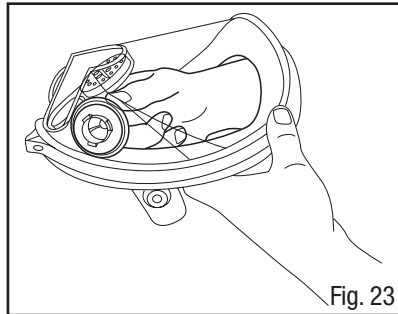
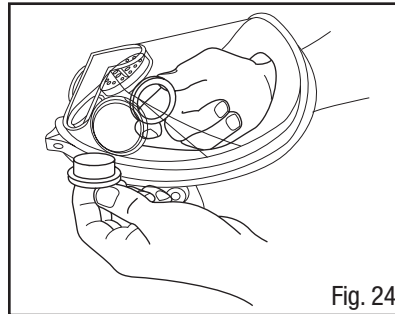

Fig. 23
Fig. 24
2. Retirer l'anneau de la baïonnette en tournant de 1/4 de tour dans le sens contraire des aiguilles d'une montre (Fig. 23).
- Retirer la baïonnette de l'ensemble lentille (Fig. 24).
5. Retirer les ensembles baïonnettes en tournant les anneaux de la baïonnette de 1/4 de tour dans le sens contraire des aiguilles d'une montre (Fig. 23) et en retirant les baïonnettes de l'ensemble lentille (Fig. 24).